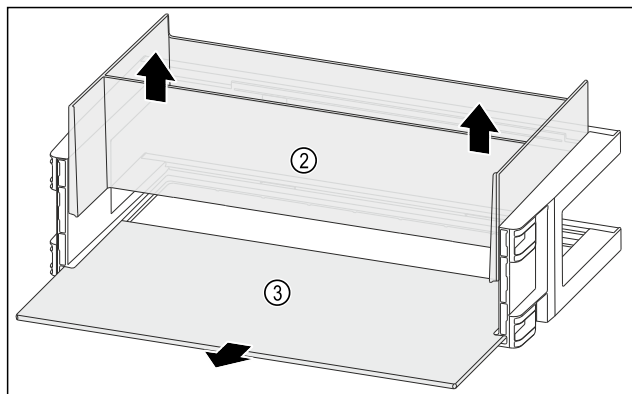

Fig. 115
- Organizer Fig. 115 (2) naar boven toe wegnemen.
- Draagplateau Fig. 115 (3) verwijderen.